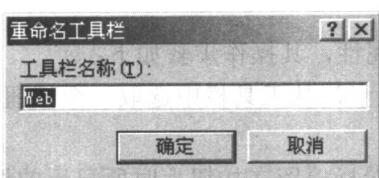

图 1-11
(5) 选中要重命名的工具栏，单击“重命名”按钮，在打开的如图 1-11 所示对话框的“工具栏名称”输入框中输入重命名的名称，单击“确定”按钮。